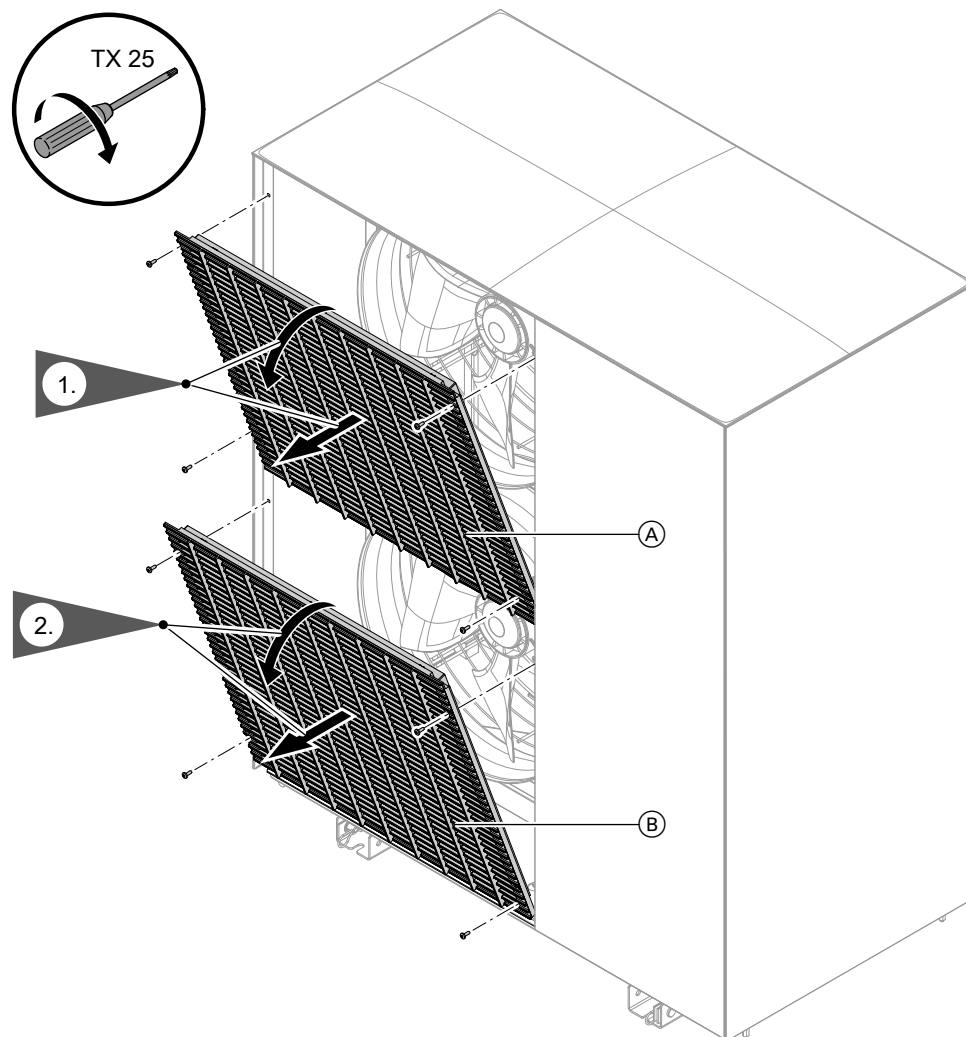

Fig. 99
2. Remove fan grille: See Fig. 99.
4. Remove fan grille and cover: See Fig. 99 and 98.